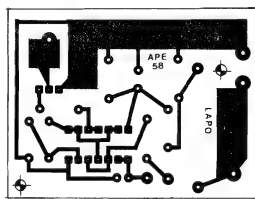

Fig. 3
**- FIG. 3 - LAY OUT DO CIRCUITO IMPRESSO ESPECÍFICO** - O padrão cobreado de ilhas e pistas, do Circuito Impresso específico para o LAPO, está na figura em tamanho natural (escala 1:1), para fácil reprodução e confecção... Notar a presença de algumas trilhas "taludas", justamente as destinadas ao trânsito de